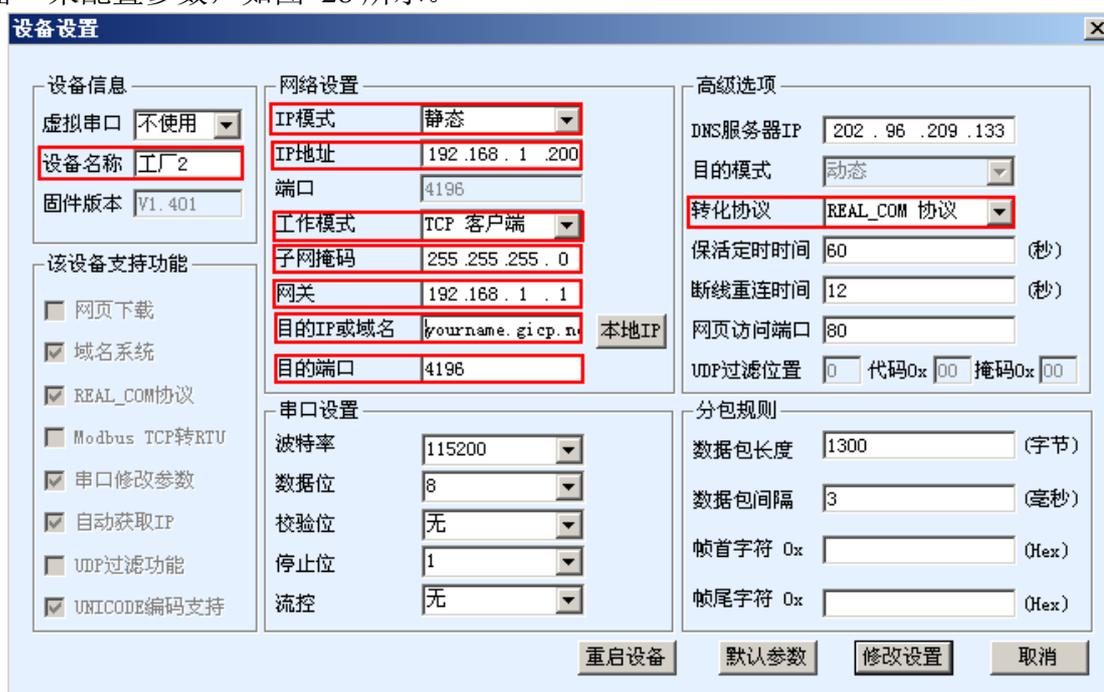

图 28 跨 internet 串口服务器参数配置
您可以在串口服务器发送到现场前配置好其参数，到现场上电，即可使用；另外也可以到现场配置串口服务器参数。使用 ZLVircom 软件的“设备管理/编辑设备”来配置参数，如图 28 所示。
- 绑定虚拟串口：双击设备列表中的这个设备，在弹出图 28 所示的参数设置对框中选择虚拟串口为刚刚创建的 COM6。返回主界面后，可以看到 COM6 已经和设备“工厂 2”绑定。之后用户打开 COM6 就可以和“工厂 2”的 PLC 通信。